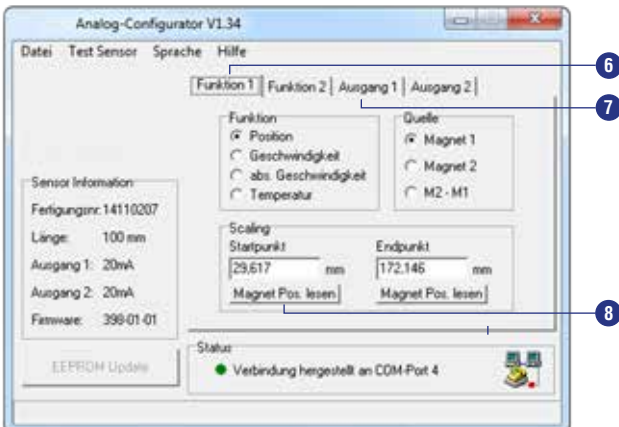

Abb. 42: Beispiel mit Registerkarten
- 6 Über die Registerkarte **Funktion 1** wird die Art der Messung sowie die **Quelle** festgelegt. In Abb. 42 ist die Positionsmessung mit **Magnet 1** ausgewählt. Unter **Scaling** können Sie dann den **Startpunkt** und **Endpunkt** der Positionsmessung angeben.
- 10 Die Registerkarten **Funktion 2**, **Ausgang 2** sowie der funktionelle Bezug zum 2. Magneten im Feld **Quelle** (Abb. 42), sind nur für Sensoren mit zwei Analogausgängen.